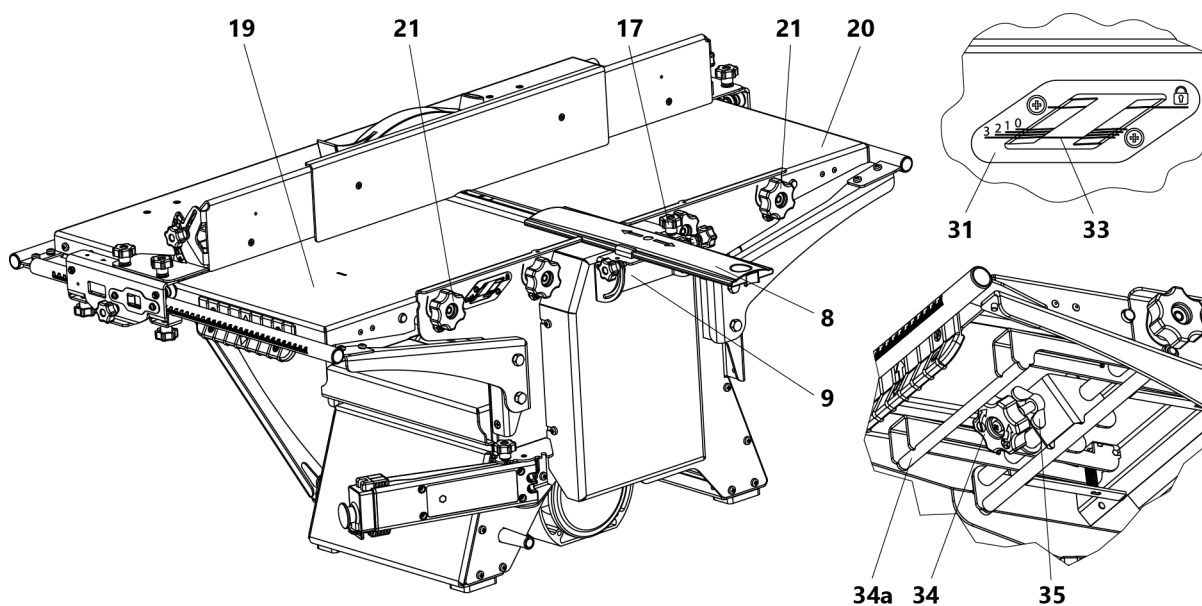

Рис. 8 Установка строгальных столов и глубины строгания
ножей, что обеспечивает установку необходимой глубины строгания. Глубину строгания устанавливают по шкале 31 с помощью ручки 34 (рис. 8).
- отпустить гайки-барашки 21 стола приёмного 20 (рис. 8);
Ограждение ножевого вала 8 предназначено для закрытия той части вращающегося ножевого вала, которая не находится в зоне резания (нерабочая часть ножевого вала) во время работы станка (рис. 8).